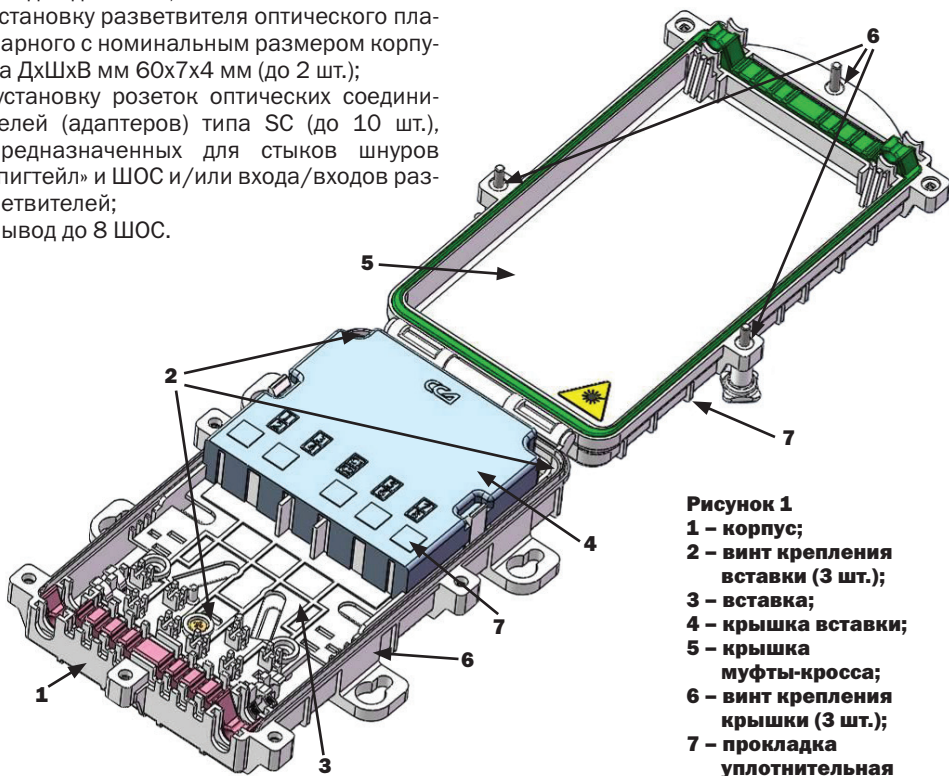

Рисунок 1
1.3 Монтаж ОК осуществляется на вставке (рисунок 1, позиция 7), вне муфты в удобном для работе месте (на столе). Извлек вставку из корпуса, открутив 3 крепежных винта (рисунок 1, позиция 2), снять со вставки крышку. Разместить вставку на ровной, горизонтальной поверхности.